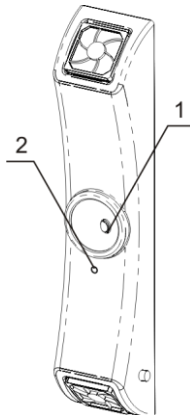

Fig.4 Vista generale
- 4.2. Accendere l'interruttore di alimentazione situato sulla parte frontale dell'unità portandolo su ON (fig.4/1 posizione I).
Per controllare il funzionamento della lampada UV all'interno del ricircolatore, utilizzare l'indicatore di funzionamento della lampada UV situato al centro della copertura del ricircolatore (fig.4/2). Se l'indicatore è illuminato dall'interno quando l'interruttore è in posizione ON, significa che la lampada UV è in funzione. Se non è illuminato, sostituire la lampada.